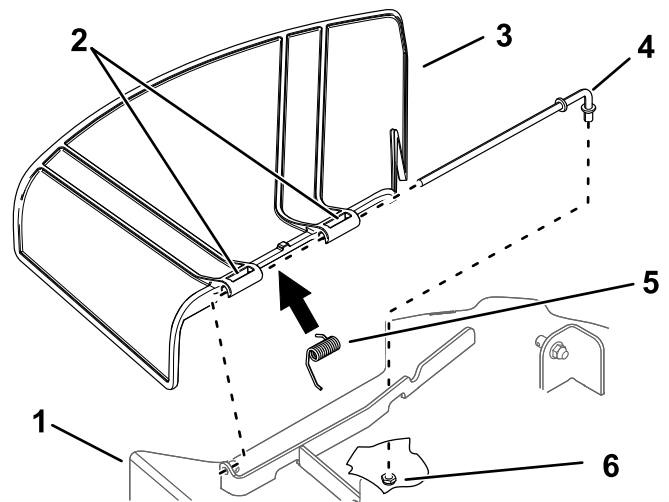

Figura 68
1. Retire la tuerca ($\frac{3}{8}$ ") de la varilla (debajo del cortacésped) (Figura 68).
2. Retire la varilla del soporte de la carcasa, del muelle y del deflector de hierba (Figura 68).
4. Instale el deflector de hierba nuevo (Figura 68).
7. Deslice la varilla por el segundo pivote del deflector de hierba (Figura 68).
9. Sujete el extremo trasero de la varilla al cortacésped con una tuerca ($\frac{3}{8}$ "), según se muestra en Figura 68.